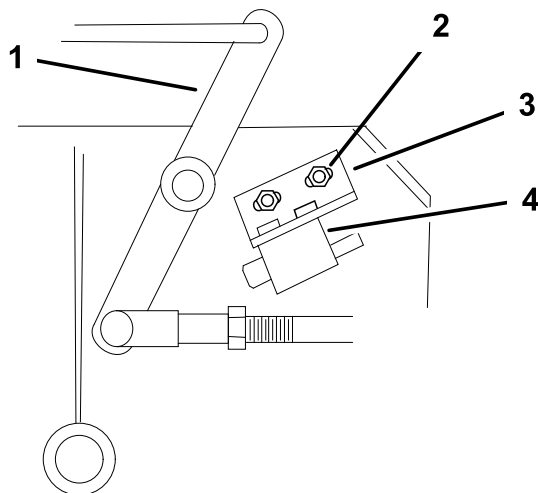

Figura 59
4. Si es necesario, ajuste el interruptor de seguridad de la cuchilla aflojando los pernos que sujetan el soporte del interruptor (Figura 59).
Nota: Asegúrese de que la palanca acodada **no** toca el cuerpo del interruptor, porque esto podría dañar el interruptor (Figura 59).